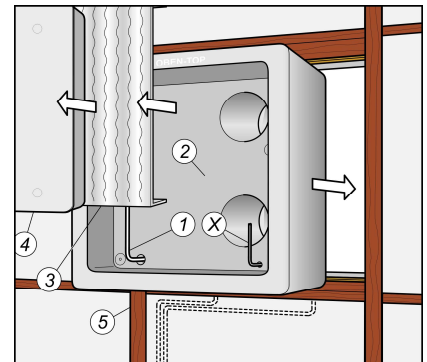

Abb. 3
Anschlusskabel (1) und ggf. Steuerleitung (X) in den Mauerkasten (2) einlegen. (Abb. 3)